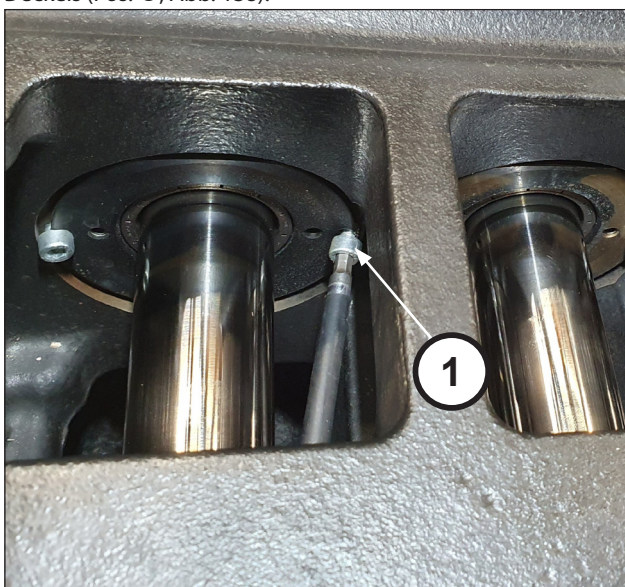

Abb. 138
lösen Sie die Befestigungsschrauben des Ölabbstreifring-Deckels (Pos. ①, Abb. 138).